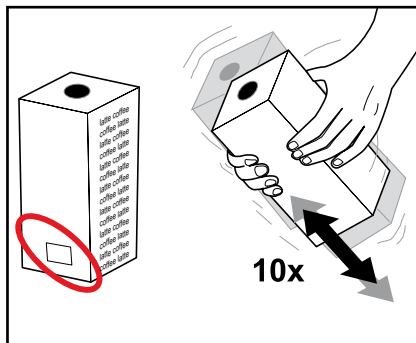

Fig. 2
- Vennligst merk „Best før“ dato som er angitt på pakken. (Fig. 2)
2. Rist produktpakken minst 2 ganger før den settes inn i automaten. (Fig. 2)